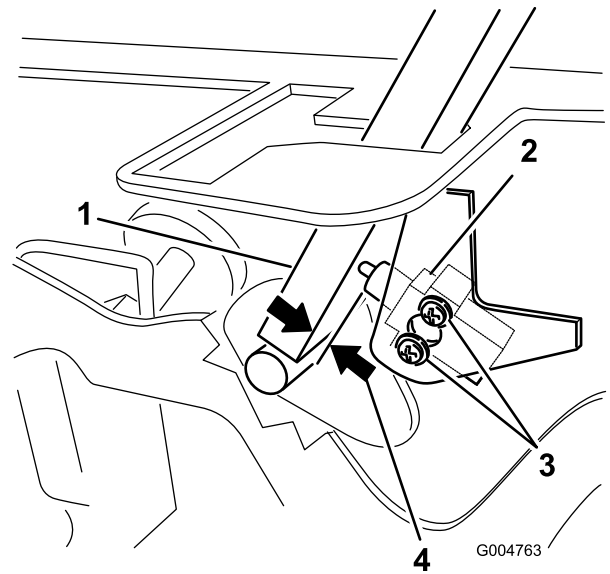

Figura 52
3. Afloje los 2 tornillos que fijan el interruptor de seguridad (Figura 52).
4. Sujetando la palanca de control contra el bastidor, mueva el interruptor hacia la palanca hasta que la distancia entre la palanca y el cuerpo del interruptor sea de 0,4 a 1 mm, tal y como se muestra en la Figura 52.